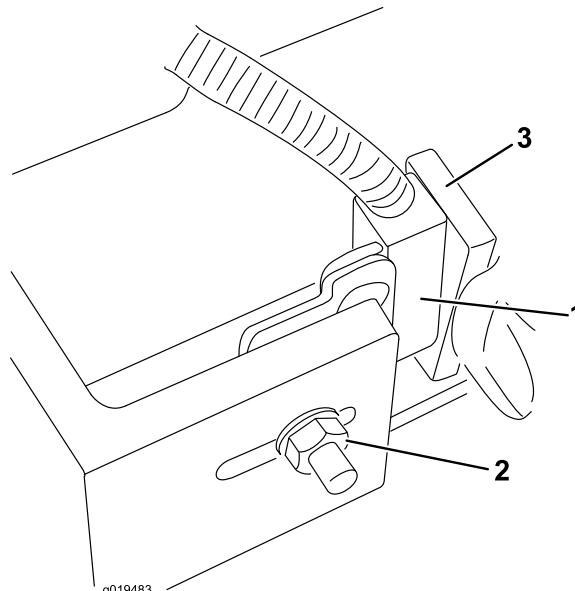

Figure 80
2. Desserrez l'écrou du boulon de carrosserie qui fixe le support du commutateur de bras de levage au bras n° 4, 6 ou 7 (Figure 80).